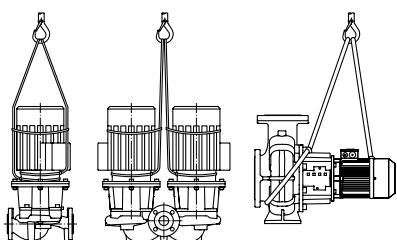

Рис. 7. Транспортировка насоса
- Порошины для транспортировки на электродвигателе служат только для задания направления при захвате груза (Рис. 7).
- Порошины для транспортировки на электродвигателе служат только для транспортировки электродвигателя, транспортировка всего насоса с их помощью недопустима (Рис. 7а).
Рис. 7а. Транспортировка электродвигателя